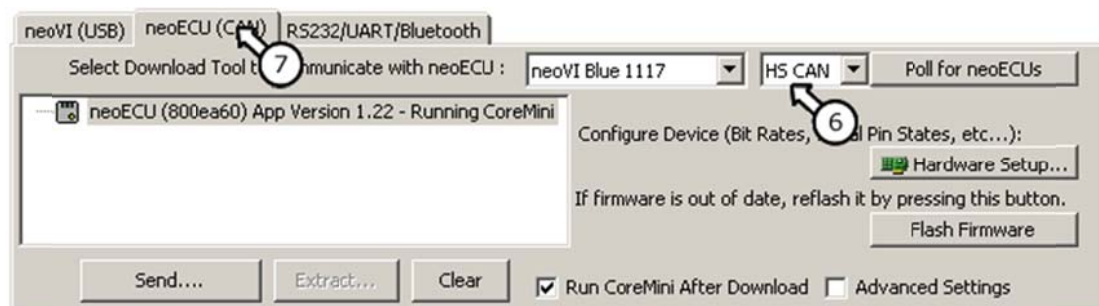

图 7-5 对于 CAN 设备的 CoreMini 控制台
对于 CAN 设备，单击“neoECU (CAN)”标签 (如图 7-5 中⑦所示)。具体步骤除了一些特殊情况外相差不大。第一步是需要选择用来刷新设备的 CAN 工具 (如图 7-5 中⑥所示)。选择后，“Poll for neoECUs”按钮才能被单击。这将在右边显示发现的连接至 neoECU 的设备。